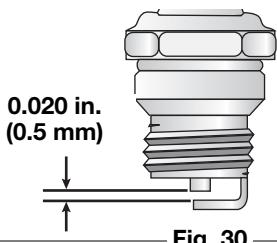

Fig. 30
3. Cambie las bujías que estén rajadas, sucias o deterioradas. Fije la separación de aire a 0,5 mm (0,020 pulgadas) utilizando un calibrador (Fig. 30).